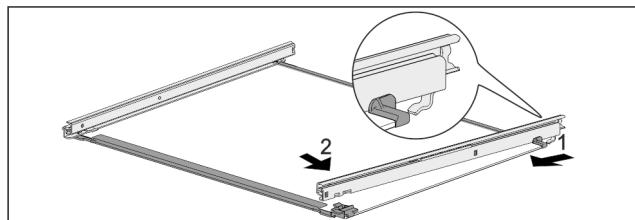

Fig. 125 Стъклена плоча с релси
- ▶ Закачете релсата отзад. Fig. 125 (1)
- ▶ Фиксирайте релсата отпред. Fig. 125 (2)